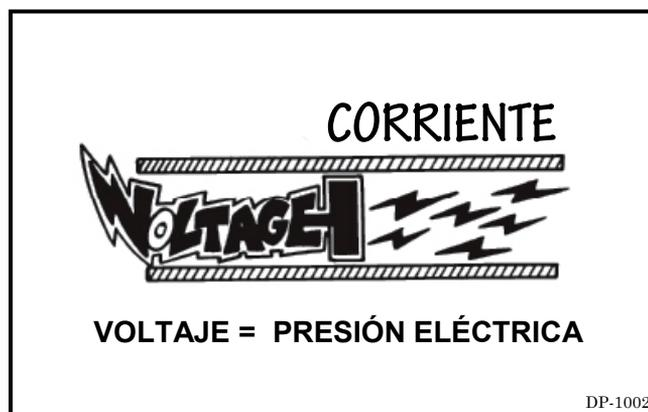

Figura 1-2. Voltaje
1. Voltaje (Figura 1-2) es la presión o fuerza eléctrica que provoca el flujo de corriente o electrones a través de un conductor. También se puede describir como la diferencia de la presión eléctrica en dos puntos de un circuito. Esta fuerza ó presión eléctrica se mide en voltios.